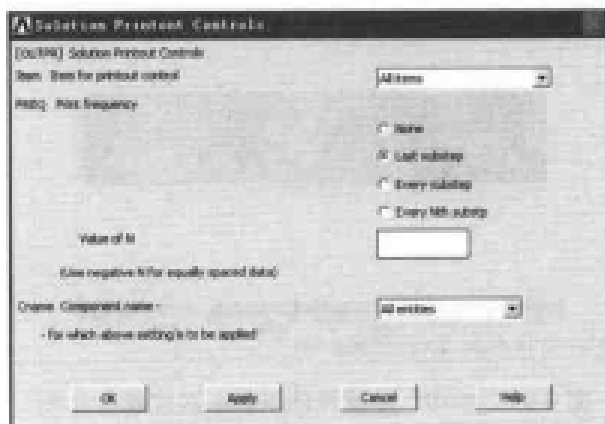

图 9-91 输出控制对话框
(6) 选择 Main Menu | Solution | Load Step Opts | Output Ctrl | Solu Printout 命令, 出现 Solution Printout Controls 对话框, 参照图 9-91 对其进行设置, 单击 OK 按钮关闭该对话框。